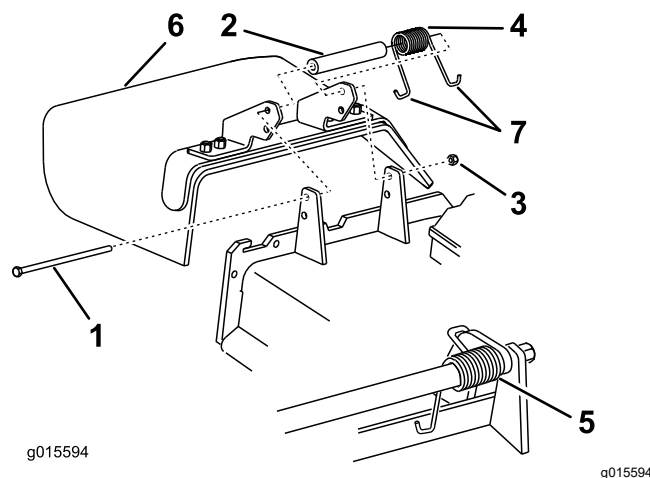

Figura 84
- Nota:** Asegúrese de colocar un extremo con gancho en J del muelle detrás del reborde de la carcasa antes de instalar el perno, según se muestra en Figura 84.